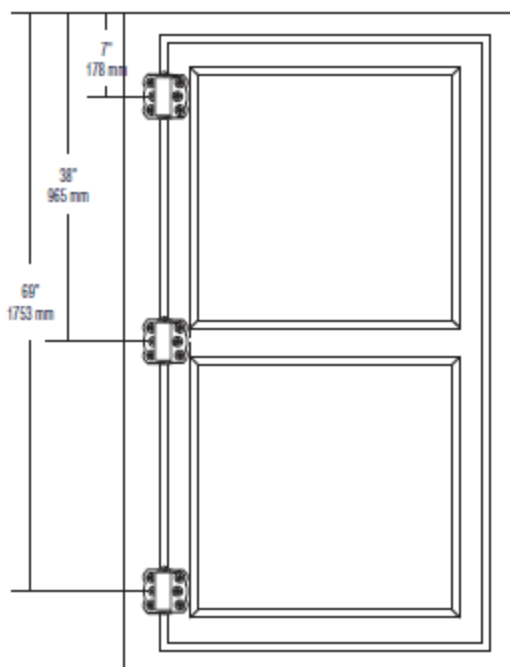

FIG. 1
1. If already hinged, replace hinges at same locations. If not, attach hinges (on outside of door) from top of door to center of hinge at the following locations: 7", 38", and 69"(Figure 1). Align pins with door edge. Fasten with enclosed flat head screws.
1. Si des charnières existent déjà, les remplacer en utilisant les mêmes emplacements. Dans le cas contraire, fixer les charnières (sur la porte extérieure) en partant du haut de la porte et en allant vers le centre de la charnière, aux emplacements suivants: 17,8 cm, 96,52 cm, et 175,26 cm (Figure 1). Aligner les goupilles sur le bord de la porte. Fixer avec les vis à tête plate incluses.